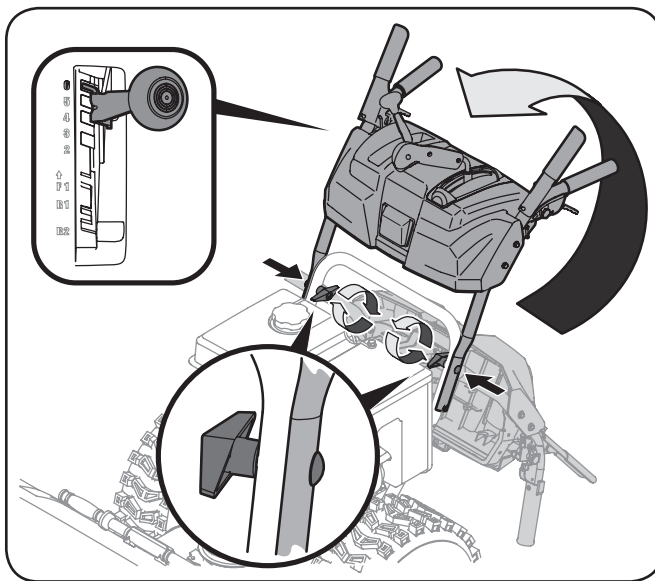

Figura 3-1
1. Coloque la palanca de cambios en la posición de avance (F) 6.
2. Observe el área inferior trasera de la máquina quitanieve para asegurarse de que ambos cables estén alineados con las guías rotatorias antes de girar la manija hacia arriba. Vea la Figura 3-1.